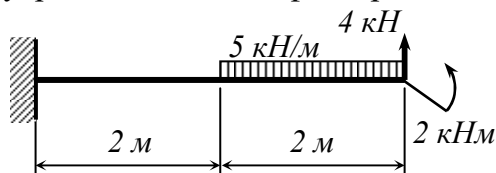

Рис.1
3. Построить эпюры внутренних силовых факторов в балке, (рис. 1).